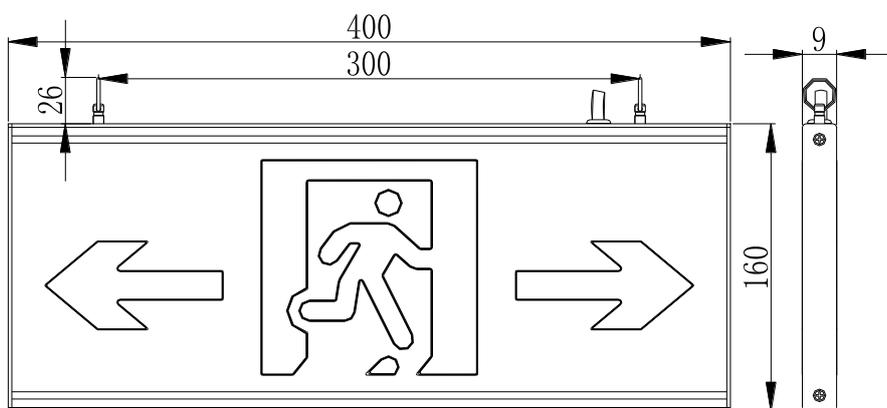

图 5-4-1 N400 吊装双向标志灯外形示意图
- 1.1. 吊装标志灯：所有双面标志灯，外形尺寸、安装尺寸一致。外形示意图如图 5-4-1 所示，以双向为例。